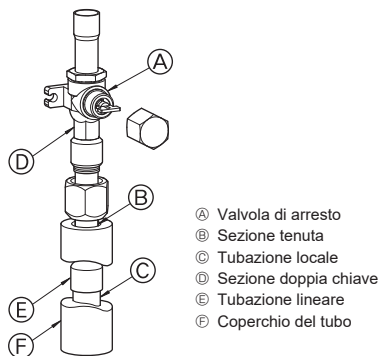

Fig. 4-3
- ③ Per il collegamento delle tubazioni lato gas, procedere nel modo seguente. (Fig. 4-3)
- 1 Brasare la tubazione lineare (E) per l'unità esterna con materiale di brasatura da procurarsi e la tubazione locale (C) senza ossigeno.
- 2 Collegare la tubazione lineare (E) alla valvola di arresto lato gas. Serrare il dado svasato con due chiavi.